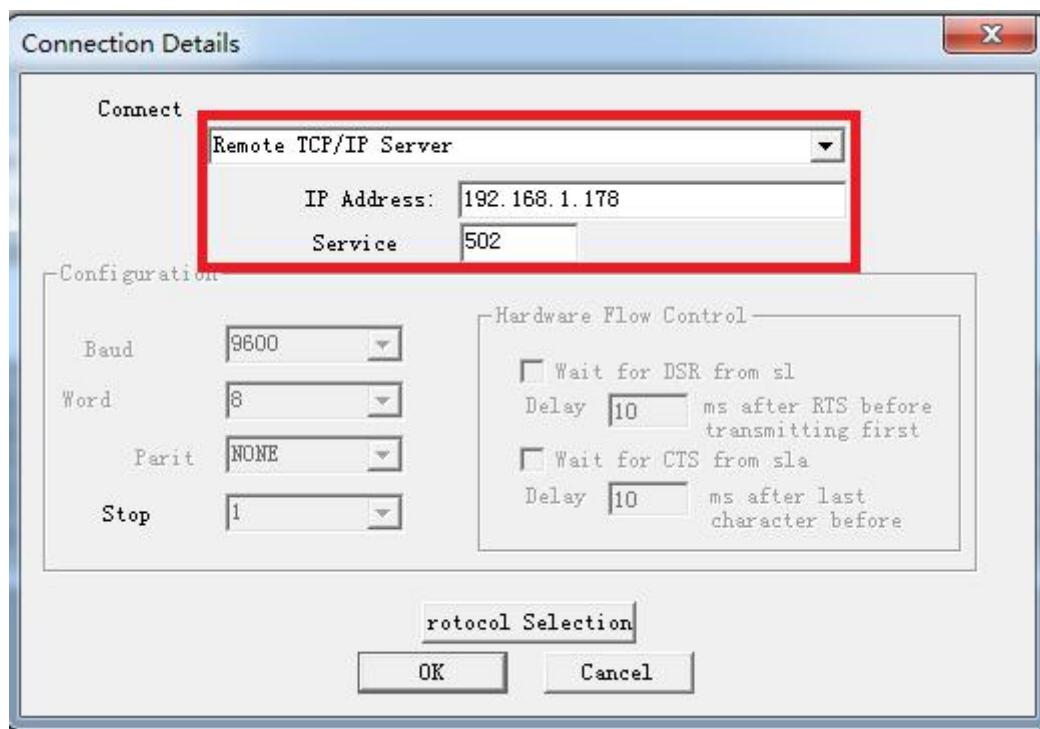

图 1
2. 选择菜单 Connection/Connect, 选择 Remote TCP/IP Server, 输入 RVNet-CP/CJ-S 的 IP 地址, Service 端口为 502; 点击[OK]按钮, 如图 1 所示。